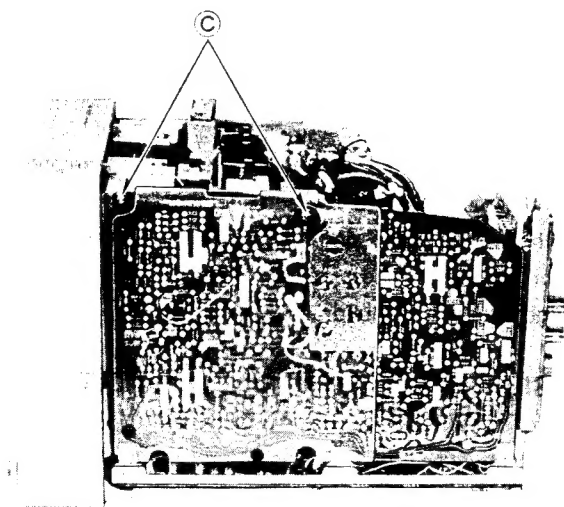

Fig. 3
1. Remove 2 screws (C) as shown in fig. 3.
1. 2 Schrauben (C) entfernen, wie in Abb. 3.